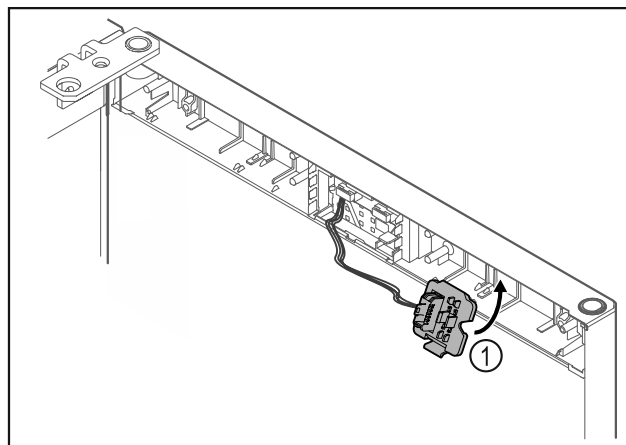

Fig. 25
- Zaklapněte držák zástrčky Fig. 25 (1) na protější straně.